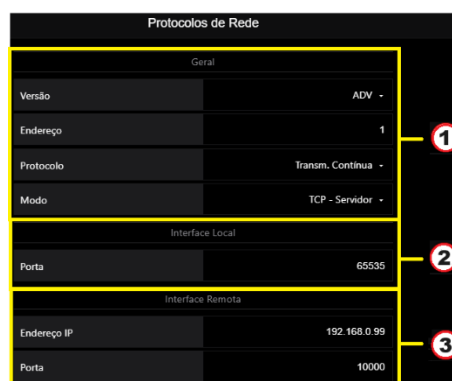

Figura 60 – Página de configuração de Protocolos de Rede via Alfa Web Monitor
Os Protocolos de Rede, no ambiente do Alfa Web Monitor, possuem as mesmas características e opções de configuração do menu disponível via teclado do Indicador de Pesagem. No primeiro bloco (representado pelo item 1 na Figura 60) é possível ao usuário realizar as definições gerais do módulo, como a escolha entre versão (standard ou advanced), qual o endereço, protocolo (Modbus RTU over Ethernet, Modbus TCP Transmissão Contínua, Alfa ASCII, Transmissão Padrão 3102) e modo de operação (TCP Servidor, TCP Cliente ou UDP). Os dados de interface local e remota são possíveis de serem alterados pelos blocos 2 e 3 respectivamente.